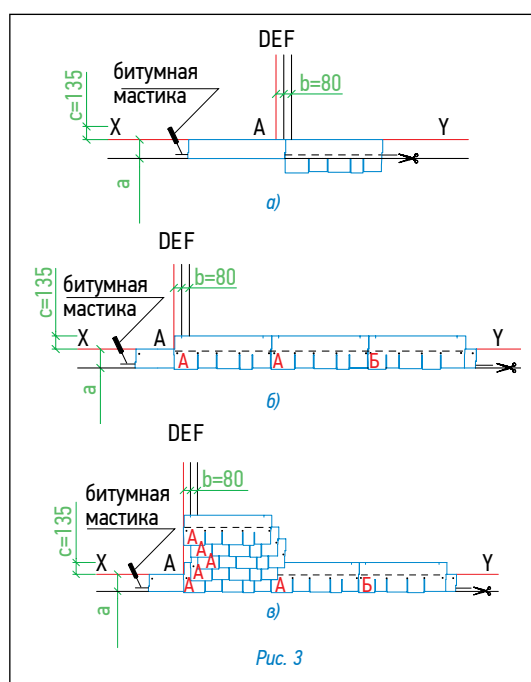

Рис. 3
#### Ендова (рис. 3)
- лист, подходящий к ендове со ската II, должен доходить до линии подрезки и обрезаться по ней. Верхний уголок обрезанного края листа подрезается под углом 60° (5 x 3 см — рис. 3);
### Укладка материала (рис. 3)
- далее первый ряд черепицы укладывается от линии AD в следующей последовательности: тип А, тип Б (рис. 3б);
- второй ряд черепицы укладывается от линии E (со смещением 8 см от AD) (рис. 3в);